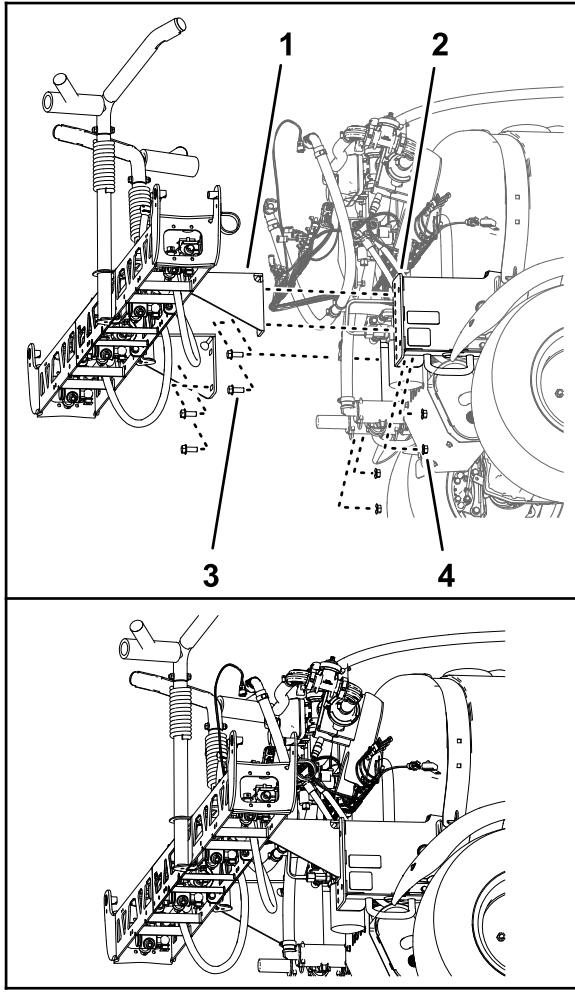

Рисунок 93
- Используя подъемное оборудование с указанной грузоподъемностью, поднимите среднюю секцию опрыскивателя и совместите отверстия в опорном кронштейне секции опрыскивателя (Рисунок 93) с отверстиями в монтажной плите рамы машины, отмеченные при выполнении пункта 3 в разделе Демонтаж средней секции опрыскивателя \(страница 25\).
2. Установите среднюю секцию опрыскивателя на монтажные швеллеры (Рисунок 93) при помощи 4 болтов с фланцевыми головками (1/2 x 1-1/4 дюйма) и 4 фланцевых контргаек (1/2 дюйма), снятых при выполнении пункта 4 в разделе Демонтаж средней секции опрыскивателя \(страница 25\).